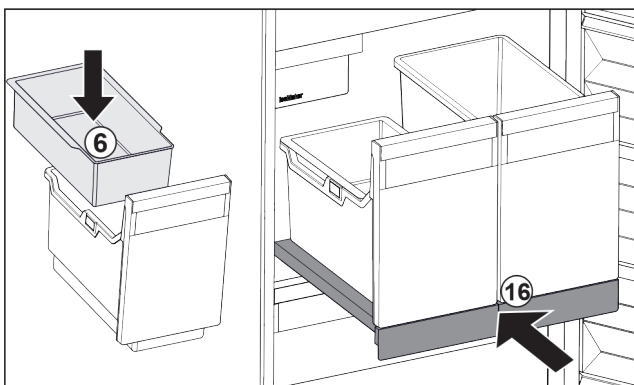

Fig. 146
- ▶ Helyezze be a jégkockák beakasztható tálcáját Fig. 146 (6).
- ▶ Tolja be a kihúzható rácsot a tárolóval (IceTower) együtt. Fig. 146 (16)